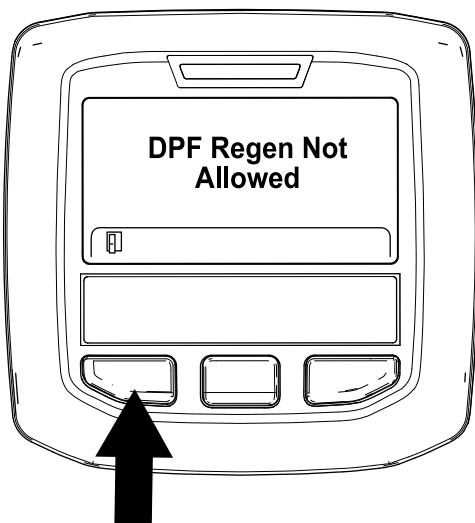

Figura 41
- Si el ordenador del motor no permite el proceso de regeneración, aparece el mensaje “DPF Regen Not Allowed” (Regeneración de DPF no permitida) en el InfoCenter (Figura 41). Pulse el botón de la izquierda para salir a la pantalla de inicio.